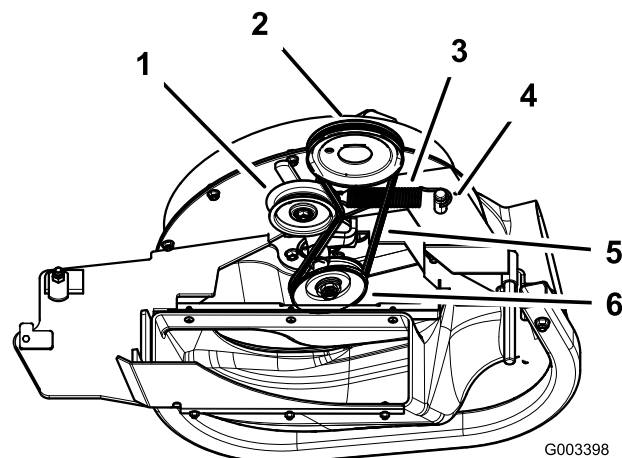

Figure 14
1. Installez la courroie autour de la poulie du ventilateur (Figure 14).
2. Montez le ressort sur le bras de la poulie de tension et l'ergot du ventilateur (Figure 14).